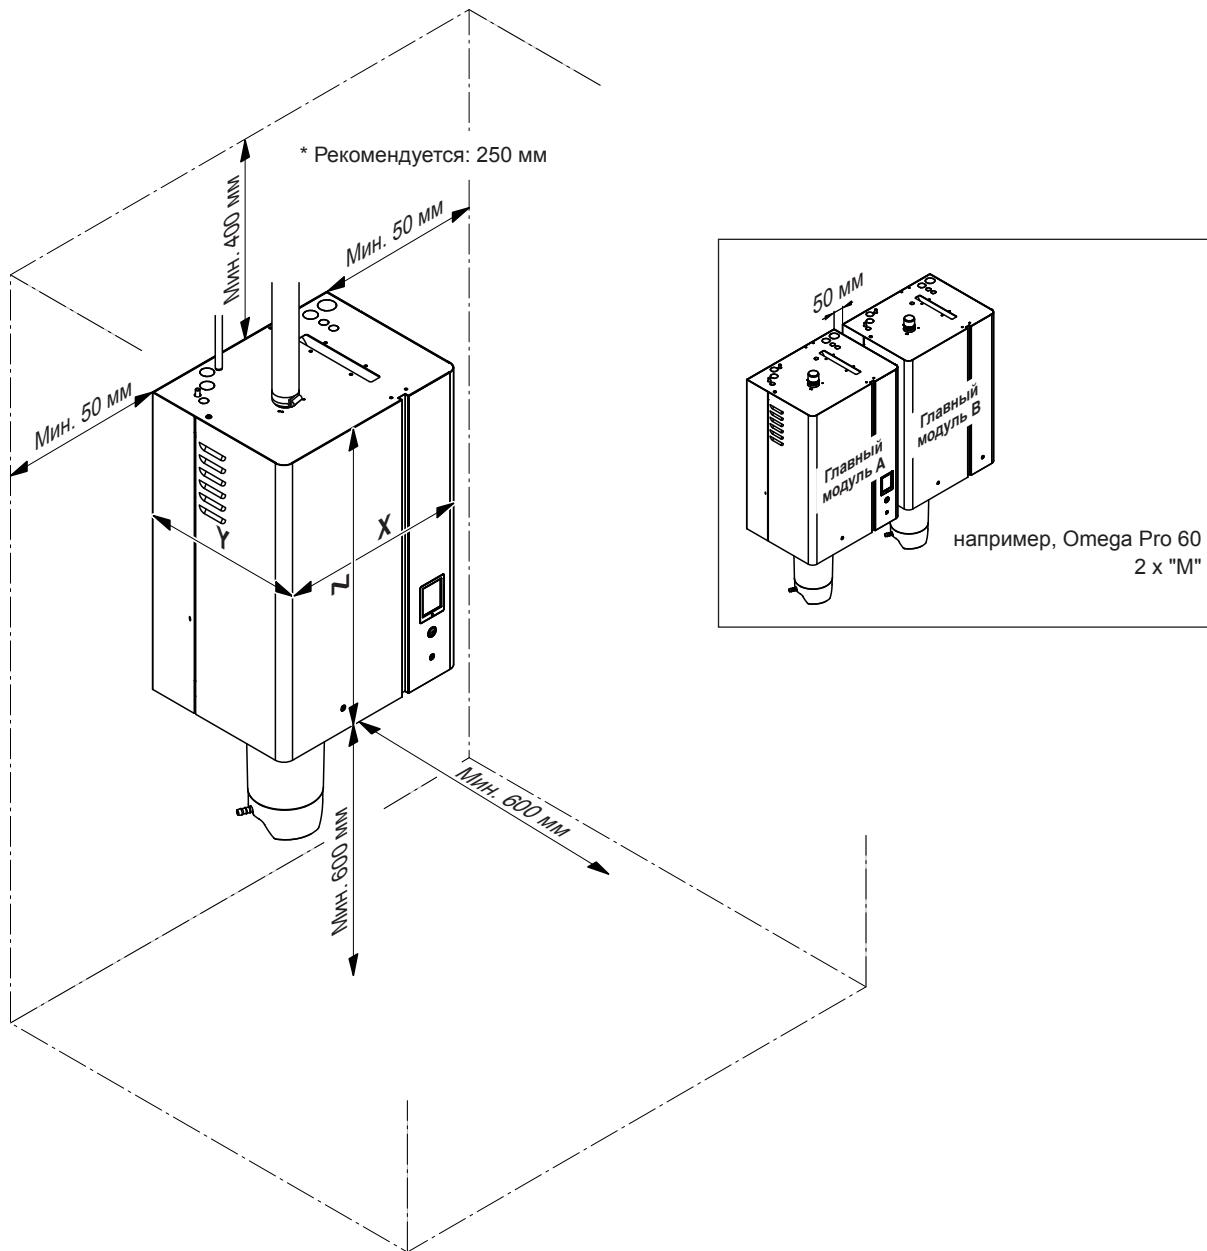

Рис. 6. Рекомендуемые расстояния при установке
- Размещайте паровой увлажнитель воздуха таким образом, чтобы обеспечить **свободный доступ к устройству** и достаточное пространство для технического обслуживания. **Необходимо соблюдать минимальные расстояния согласно Рис. 6**.
- Чтобы входящий в комплект поставки кабель можно было использовать для сдвоенных аппаратов, следует монтировать отдельные устройства в указанной последовательности рядом друг с другом при максимальном отступе 50 мм и на одинаковой высоте (см. Рис. 6).